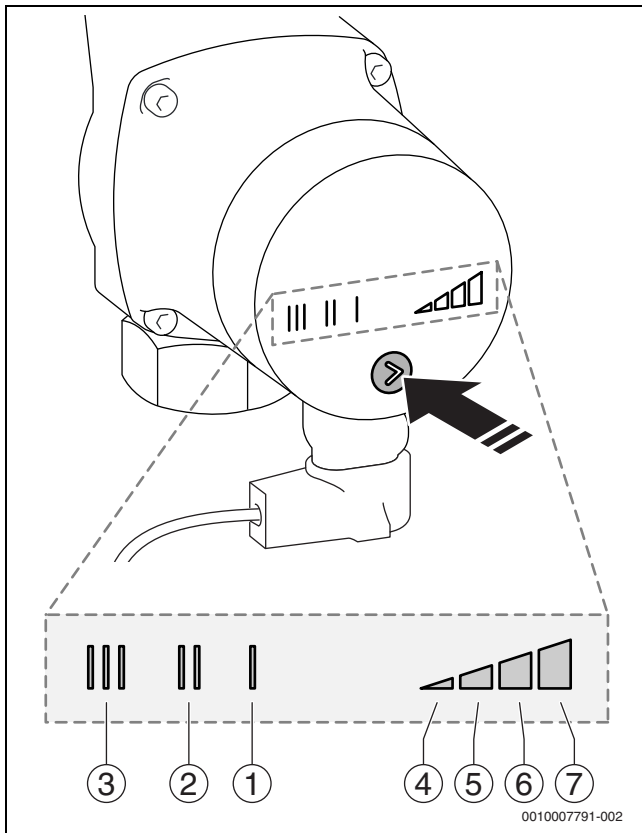

Bild 232
**Legende zu Bild 232 bis 236:**